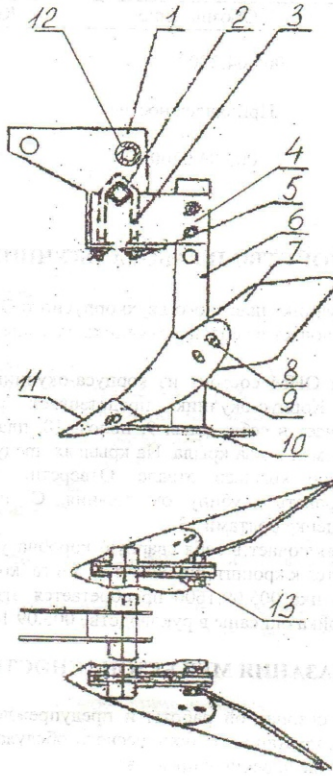

Рис. 1
3.1. Общий вид окучника навесного двухкорпусного ОНД представлен на рис. 1. Окучник включает в себя два окучника навесных ОНМ и сцепку окучника.
- 5.1.3. С помощью шкворня соединить универсальную сцепку с мотоблоком и на универсальную сцепку установить сцепку окучника, используя втулку поз.12 рис.1.